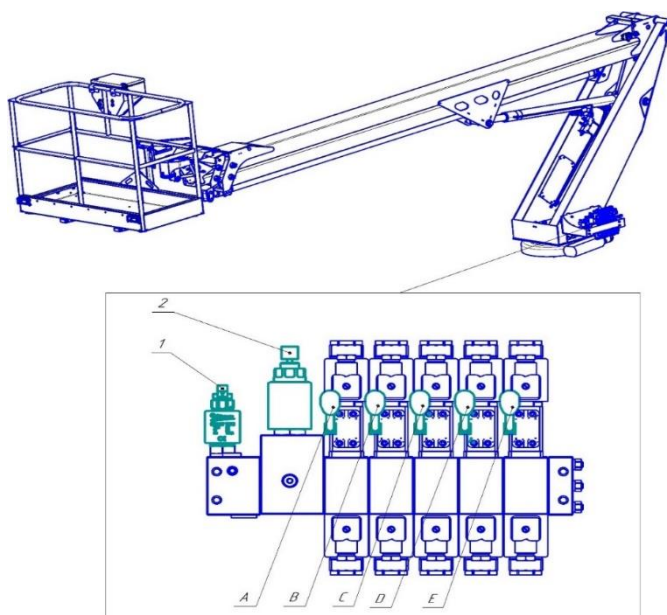

Рис. 3.2 – Органы аварийного управления подъемником.
Схема расположения органов аварийного управления представлена на рис. 3.2
- 1) Вручную застопорить разгрузочный клапан поз. 1 (см. рис. 3.2);
- 3) Отклонить рычаг «D» для поворота корзины или рычаг «C» для горизонтирования (см. рис. 3.2);